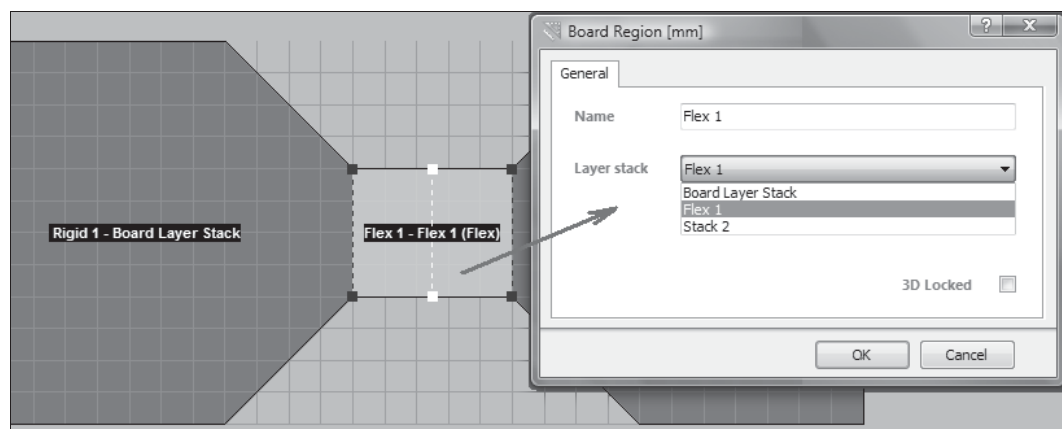

Рис. 7.43. Присвоение имен регионам гибко-жесткой печатной платы
5. Провести таким образом остальные линии расщепления (рис. 7.43) и клавишей <Esc> выйти из режима черчения линий расщепления.
6. Присвоить регионам имена. Для этого двойным щелчком левой кнопкой мыши внутри выбранного региона открыть диалоговое окно **Board Region** (рис. 7.43), назначить в поле **Name** имя выбранному региону и выбрать в поле **Layer Stack** из раскрывающегося списка имя структуры слоев для этого региона.